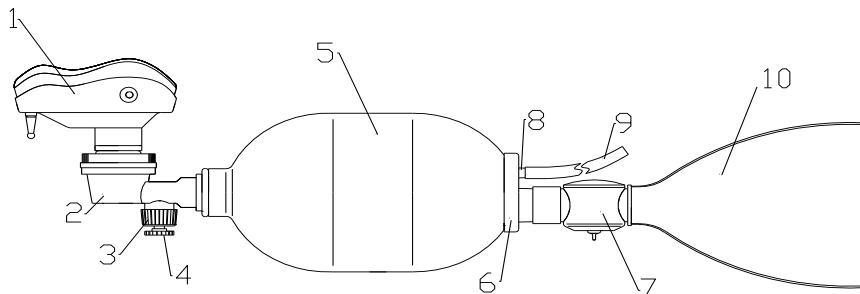

Рис. 1
Комплект дыхательный для ручной ИВЛ соответствует международным и отечественным стандартам и представляет из себя (см. рис. 1) саморасправляющийся силиконовый мешок (5) с впускным клапаном (6) и клапаном пациента (2), на патрубок которого крепится лицевая маска (1). Все лицевые маски разработаны с учетом разных возрастов пациентов и анатомических особенностей, выполнены из прозрачного силикона, что дает дополнительную возможность видеть изменение цвета губ пациентов во время проведения реанимационных мероприятий.